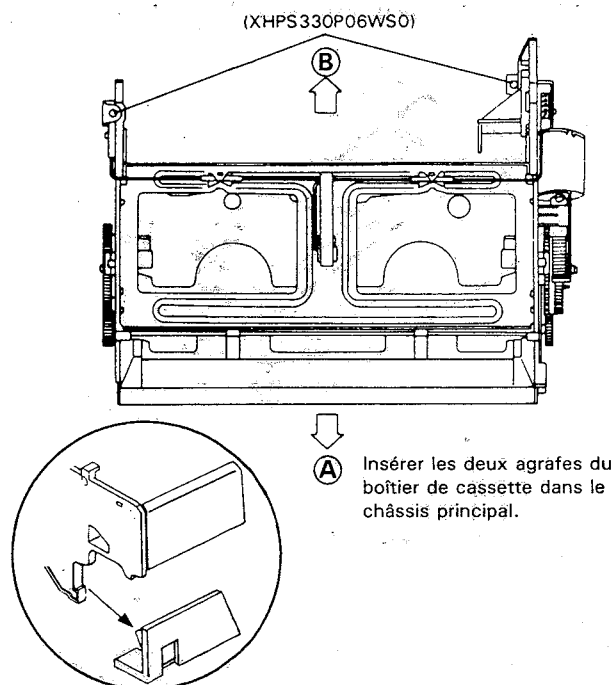

Figure 1-1.
4. Retirer l'élément de contrôle du boîtier de la cassette (Fig. 1-1) dans la direction indiquée par la flèche ⇒ (B) en le tirant.